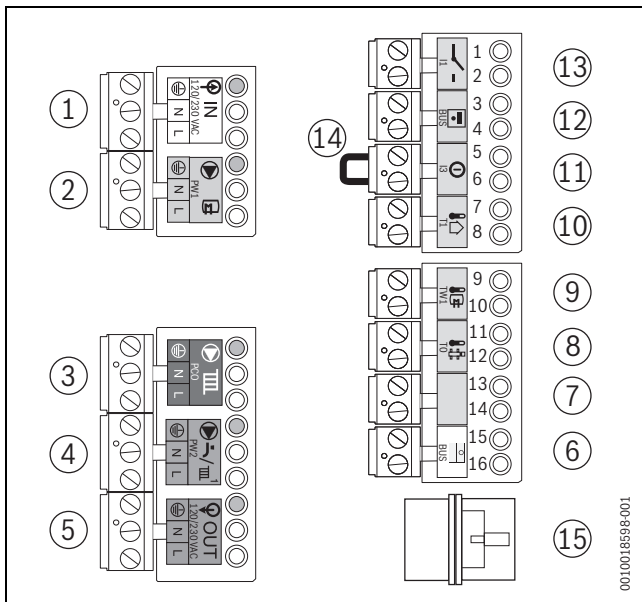

Bild 50 Klemmleisten
- Regler auf Anschlussklemme **BUS** (→ Bild 50, [6], Seite 30) anschließen. Hierzu ein 2-adriges Stromkabel von 0,4 bis 0,75 mm² verwenden.
- Brücke (→ Bild 50, [14], Seite 30) auf Anschlussklemme ① entfernen.
- Außentemperaturfühler an Anschlussklemme **T1** (→ Bild 50, [10], Seite 30) anschließen.
- Speichertemperaturfühler an Anschlussklemme **TW1** (→ Bild 50, [9], Seite 30) anschließen.
- Heizungspumpe an die grüne Anschlussklemme **PCO** (→ Bild 50, [3], Seite 30) anschließen.
- Zirkulationspumpe an die lila Anschlussklemme **PW2** (→ Bild 50, [4], Seite 30) anschließen.
- Speicherladepumpe an die graue Anschlussklemme **PW1** (→ Bild 50, [2], Seite 30) anschließen.
- Externes 3-Wege-Ventil an die graue Anschlussklemme **PW1** (→ Bild 50, [2], Seite 30) anschließen.